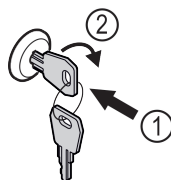

Fig. 240
► Įspauskite raktą. Fig. 240 (1)
► Pasukite raktą 90° pagal laikrodžio rodyklę. Fig. 240 (2)